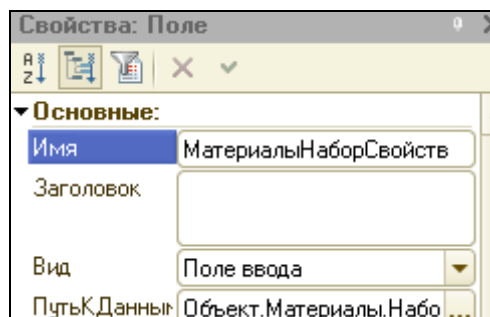

Рисунок 6.33 Автоматически настроенный путь к данным
6. Проверить свойство **ПутьКДанным** реквизита **НаборСвойств**. В этом поле уже указан реквизит **ПутьКДанным** (рис.6.33).